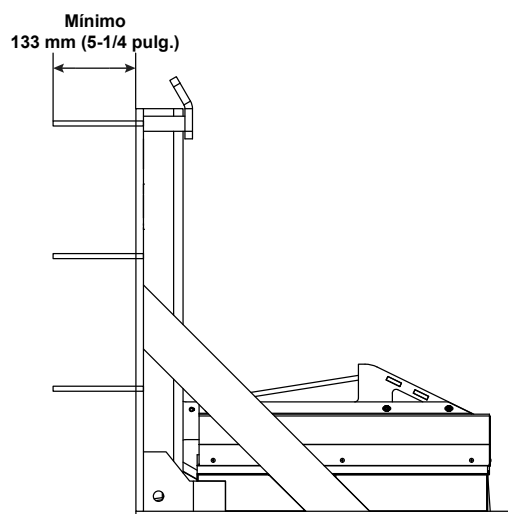

Figura 8
Con la placa trasera como guía, perfore seis (6) orificios para los anclajes de cuña (19 mm x 133 mm [3/4 x 5-1/4 pulg.] mínimo, consulte la Figura 8). Instale los anclajes. Cuando sea posible, la placa trasera también debe estar soldada a un perfil con bordillo con una soldadura de filete de 6.4 mm (1/4 pulg.).